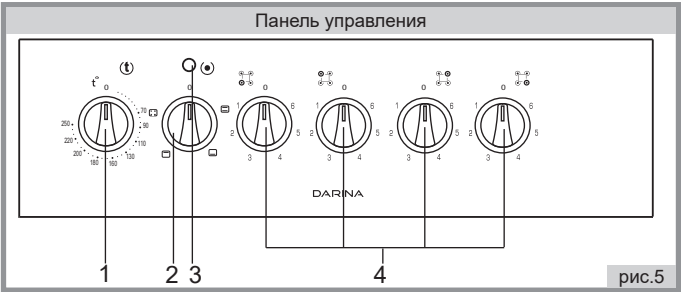

рис.5
■ На рисунке панели управления (рис.5) присутствуют элементы комфортности, которые могут присутствовать на панелях различных моделей плит. Для Вашей плиты перечень элементов комфортности указан в таблице комфортности моделей плит на обложке настоящего руководства.